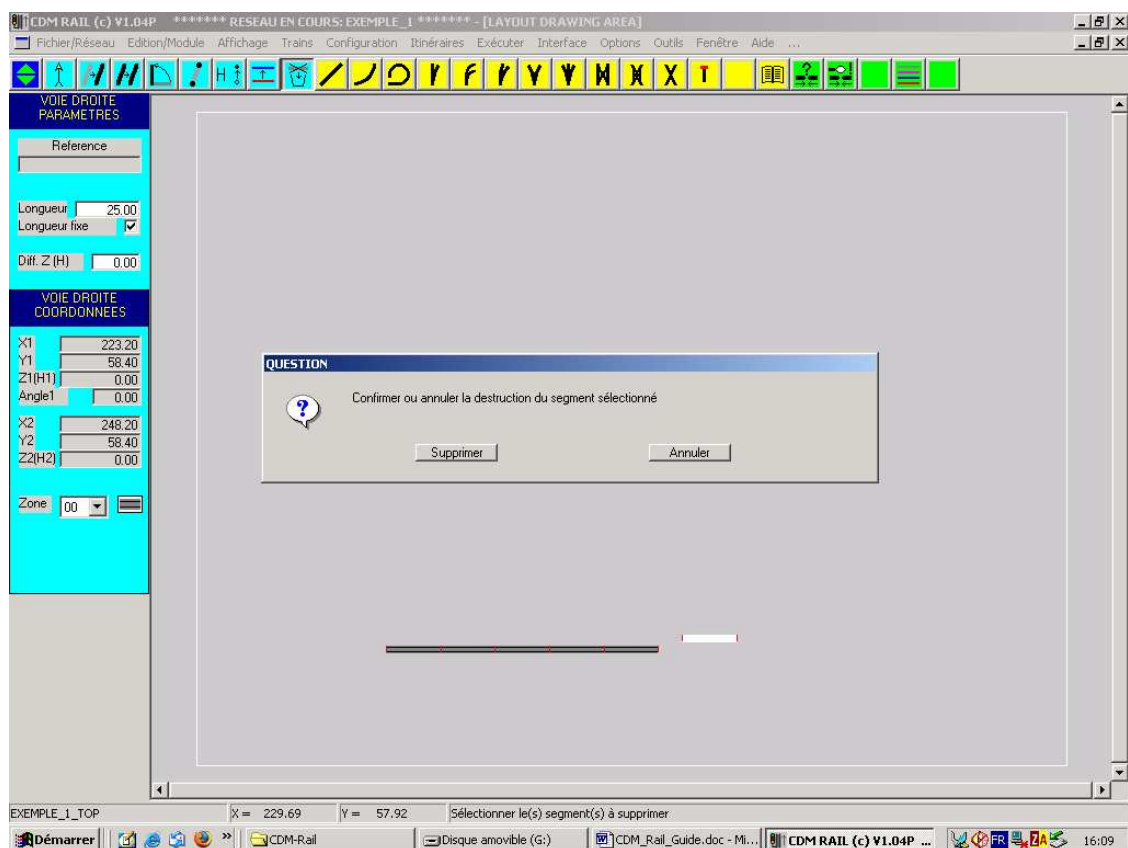

Figure 4-6 Suppression d'un segment
La figure 4-6 montre l'exemple d'un segment mal placé: la juxtaposition au segment précédent a été mal faite.
- Cliquer avec le bouton gauche de la souris sur le segment à supprimer: une boîte de dialogue de demande de confirmation apparaît (figure 4-6).